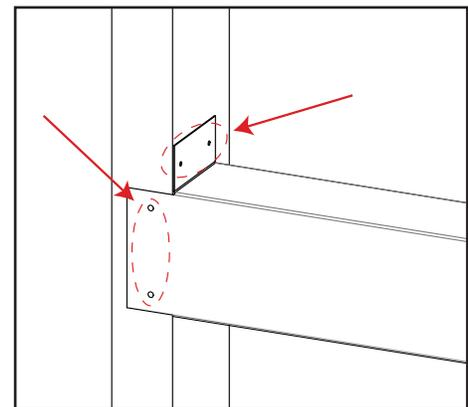

Figure 17 : Fixation de la charpente en acier
4. Fixez le montant en acier aux montants de charpente à l'aide des trous indiqués sur la figure 17.